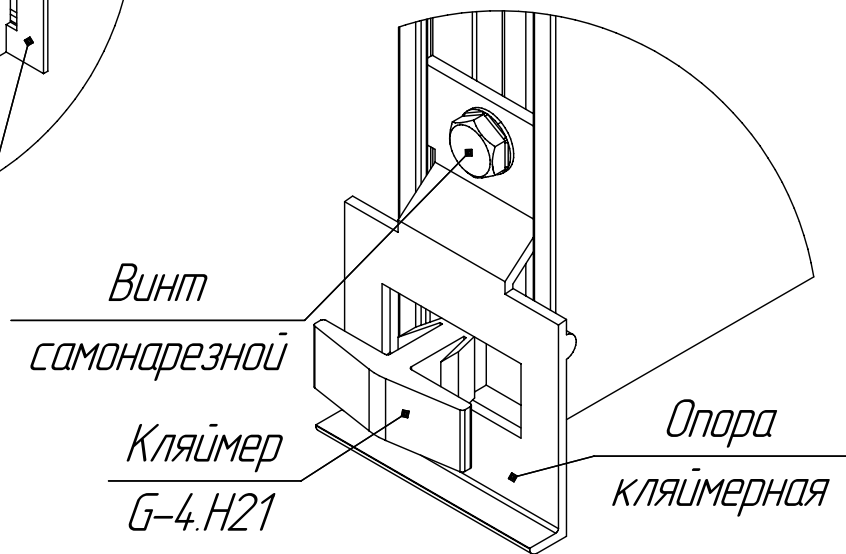

Рис. 4.2 Выносные элементы к рис.4.1
- 7) Закрепить дополнительно каждую направляющую к одному несущему кронштейну одной заклепкой 5х14 (см. рис.4.2, вын.Д).